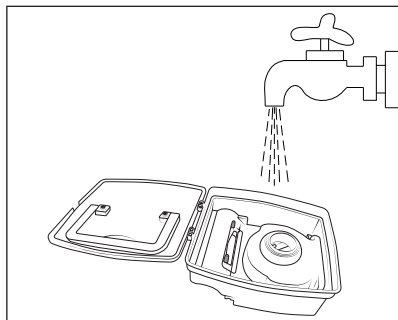

Fig. 10
- 5) Lavare il contenitore della polvere **12** con acqua fredda o tiepida (vedere fig. 10). Fare asciugare completamente il contenitore della polvere **12** e il all'aria prima di reinserirlo nell'apparecchio.